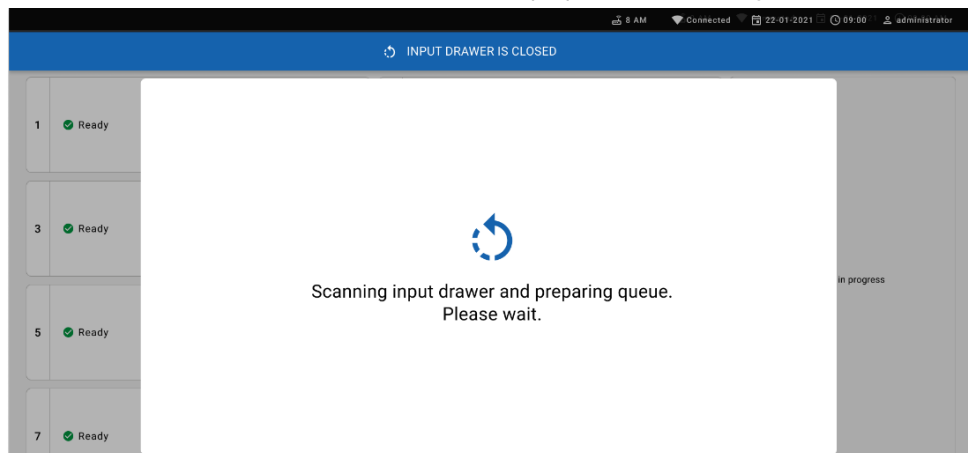

Figura 61. Schemata di preparazione coda.
13. Una volta che tutte le cartucce sono state scansionate e inserite, chiudere il cassetto di inserimento. Il sistema scansiona le cartucce e prepara una coda (Figura 61).